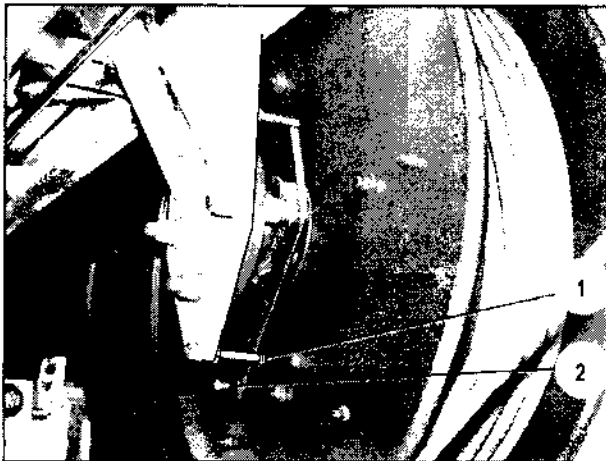

Bild 127
2. Kabeltrommel entspannen; dazu Hebel (Bild 127/2) hinter den Haltebolzen (Bild 127/1) legen und Kabeltrommel fangsam, von Hand gebremst, bis in 0-Stellung ausdrehen lassen.